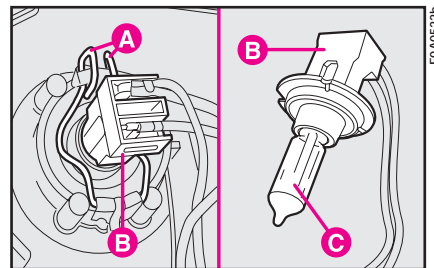

рис. 20
2) Нажав фиксатор **А**, отсоедините разъем **В** и извлеките лампу **С** (рис. 20).